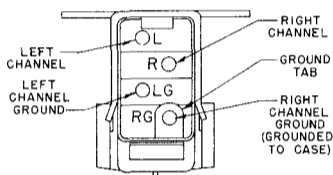

FIGURE 1
**CONNECTIONS (see Figure 1):**
4. Connect leads to cartridge (see Figure 1).
2. Enfillez les cosses sur la cellule (voir fig. 1).